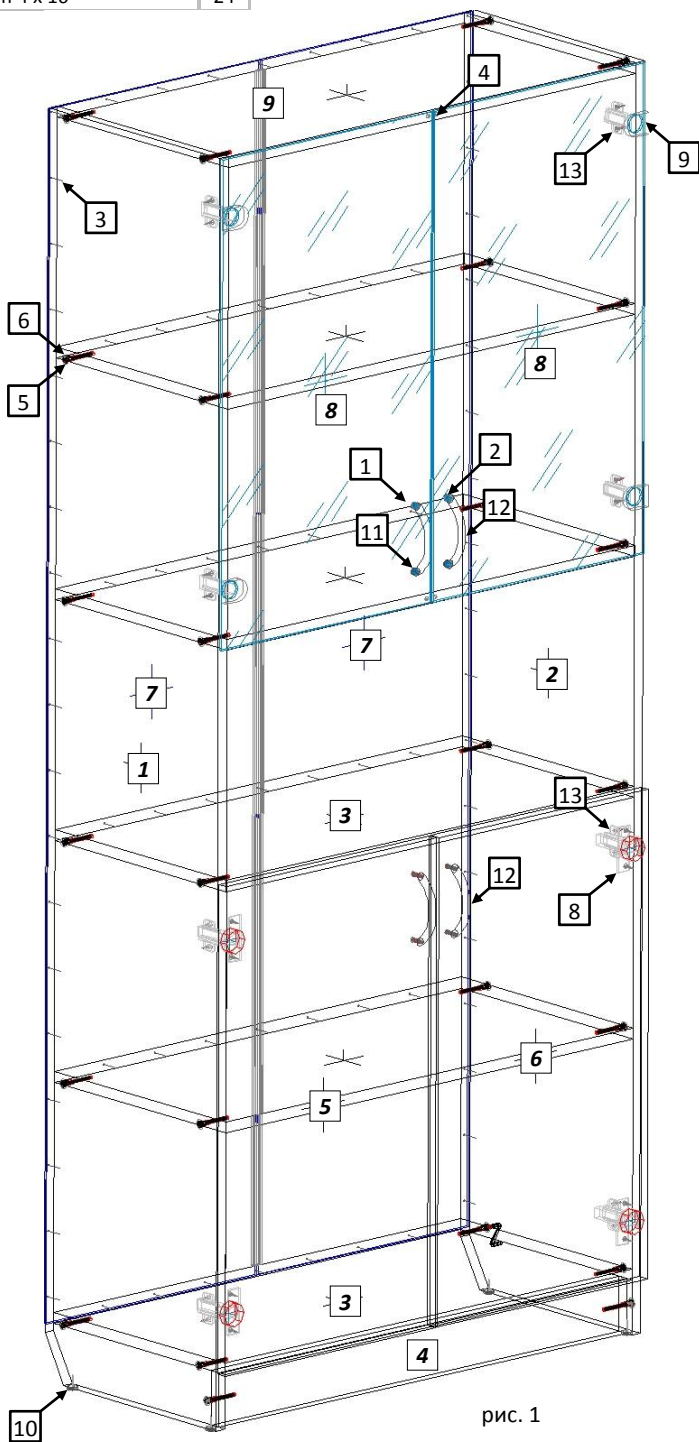

рис. 1
4.1 Внимательно ознакомьтесь со схемой сборки, изображённой на рис. 1. Согласно позициям на схеме и комплектовочной ведомости определите расположение деталей в изделии и порядок их сборки. Сборка производится на ровном полу, укрытом материалом, предотвращающим повреждение покрытия пола и деталей мебели. Подготовьте необходимые для сборки инструменты – плоскую и крестовую отвёртки, молоток, рулетку или линейку.